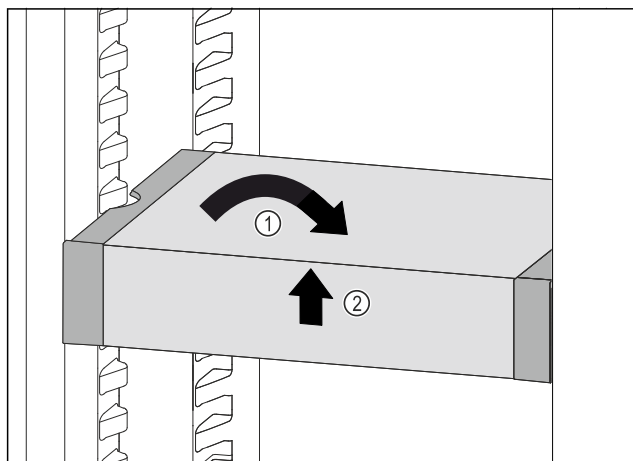

Fig. 180
- Poziționați drept VarioSafe. Fig. 180 (1)
- Ridicați în față VarioSafe. Fig. 180 (2)